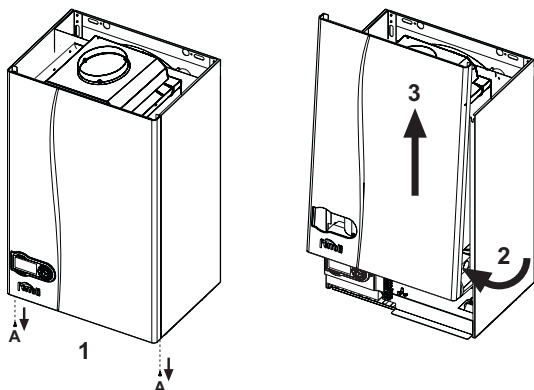

fig. 22 - Deschiderea carcasei
1. Deșurubați șuruburile A (vezi fig. 22).
2. Rotiți carcasa (vezi fig. 22).